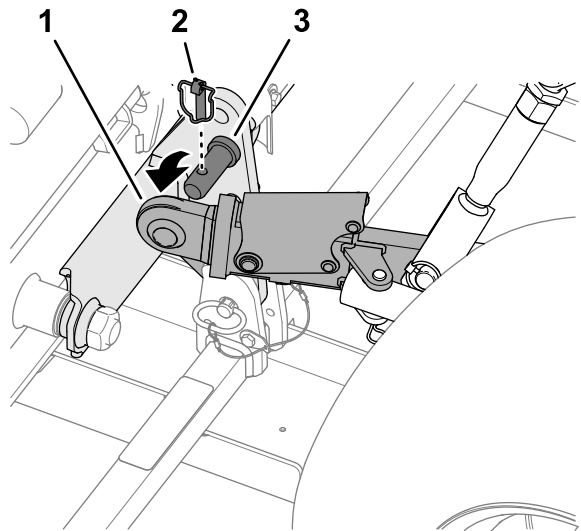

Рисунок 47
1. Снимите 2 шплинта с кольцами и сдвиньте рычаги нижних тяг с пальцев сцепки машины (Рисунок 47).